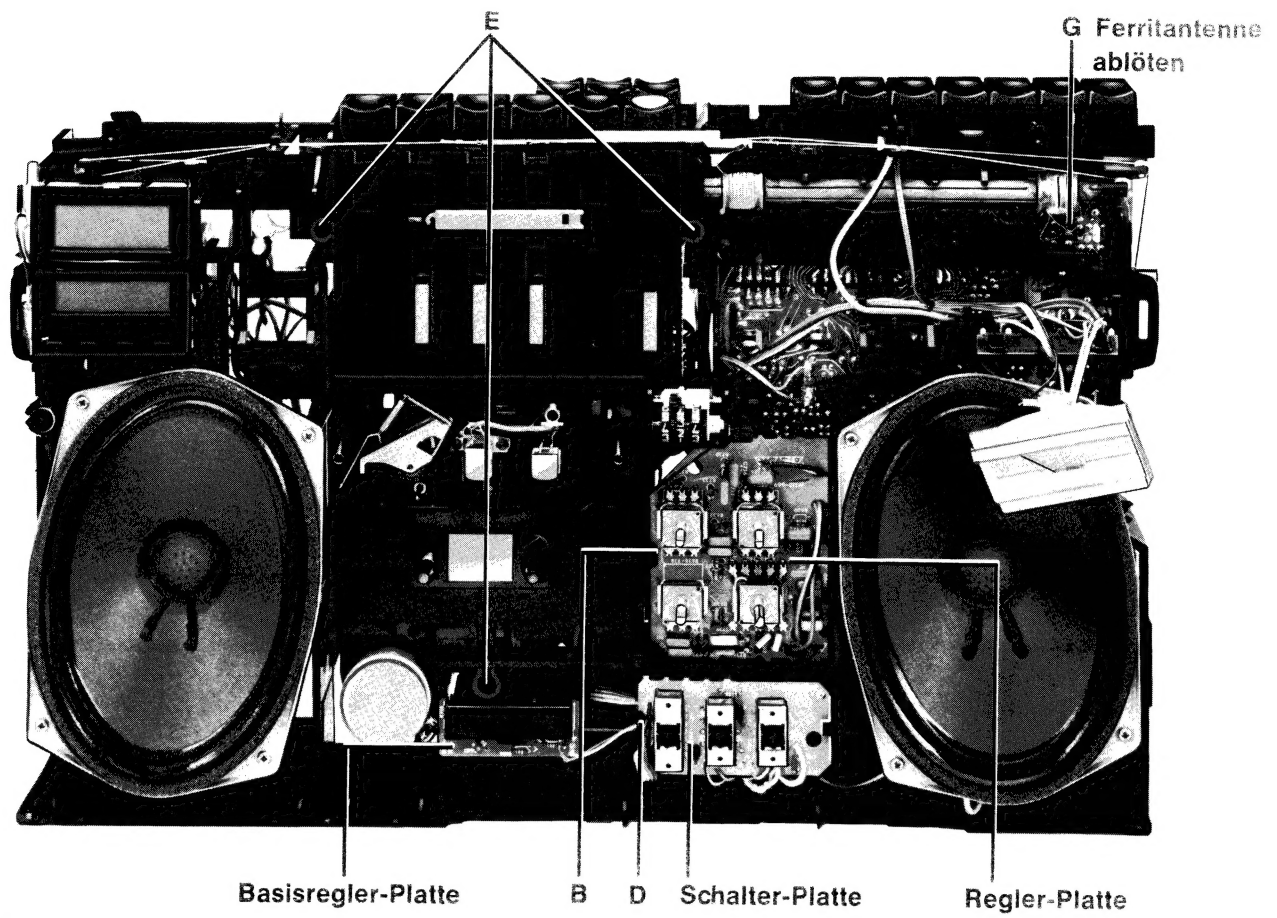

Bild 4
2.4 Ausbau der Regler-Platte [Bild 4]
2.5 Ausbau der Schalter-Platte [Bild 4]
2.7 Ausbau des Cassetten-Bausteins (CB 95) [Bild 4]